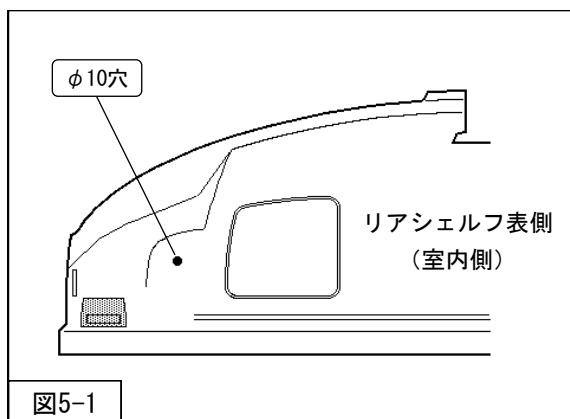

図5-1
1. リアシート後ろのリアシェルフに減衰力調整ケーブル用のφ10の穴を開けてください。（図5-1）
4. リアシェルフを車両に取付け、穴にケーブルを通してください。（図5-1）